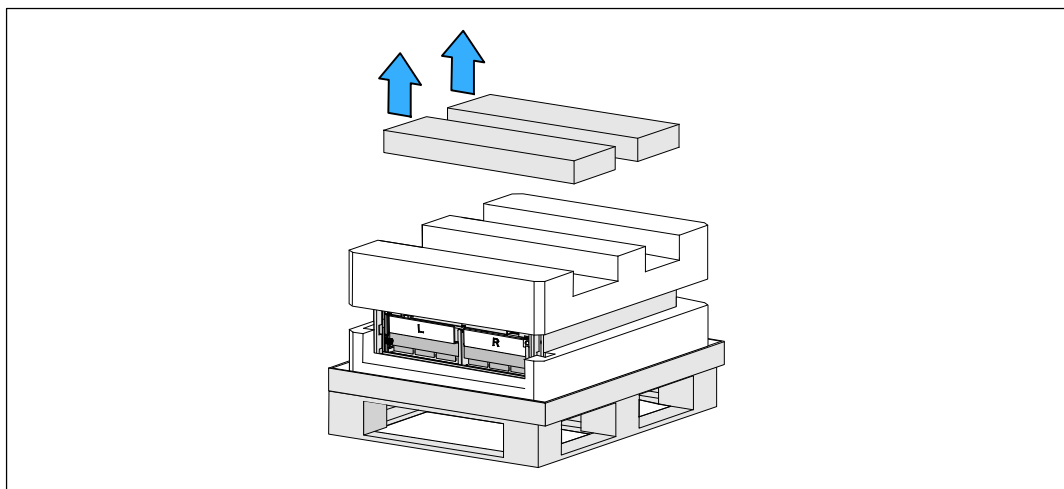

Figure 5. Retrait des boîtes d'accessoires
- 3 Retirez les deux boîtes d'accessoires installées dans la partie principale en mousse de polystyrène. Ouvrez les boîtes d'accessoires et déposez-les sur une surface plane stable située à proximité (voir Figure 5).